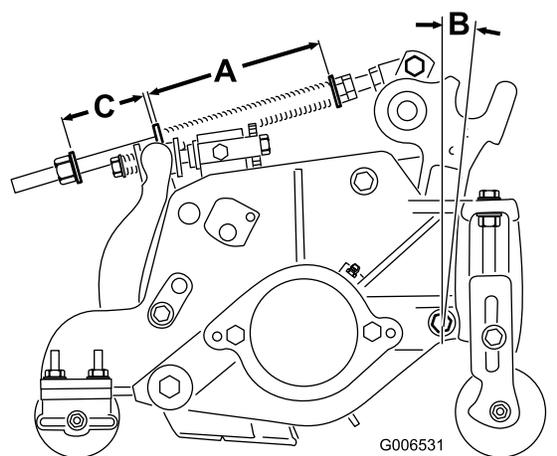

Figura 20
A mola de compensação (Figura 20) transfere peso do rolo dianteiro para o rolo traseiro. Isto ajuda a reduzir o efeito ondulado na relva, também conhecido como “bobbing”.
1. Aperte a porca de bloqueio na parte posterior da haste da mola até que a folga (C) entre a parte posterior do suporte da mola e a parte da frente da anilha seja de 51 mm (Figura 20).
2. Aperte as porcas sextavadas na extremidade dianteira da haste da mola até que o comprimento da mola em compressão (A) seja de 15,9 cm (Figura 20).
Nota: Ao cortar relvados ondulados, aumente a comprimento de mola comprimida (A) e a largura da folga (C) 13 mm (Figura 20).